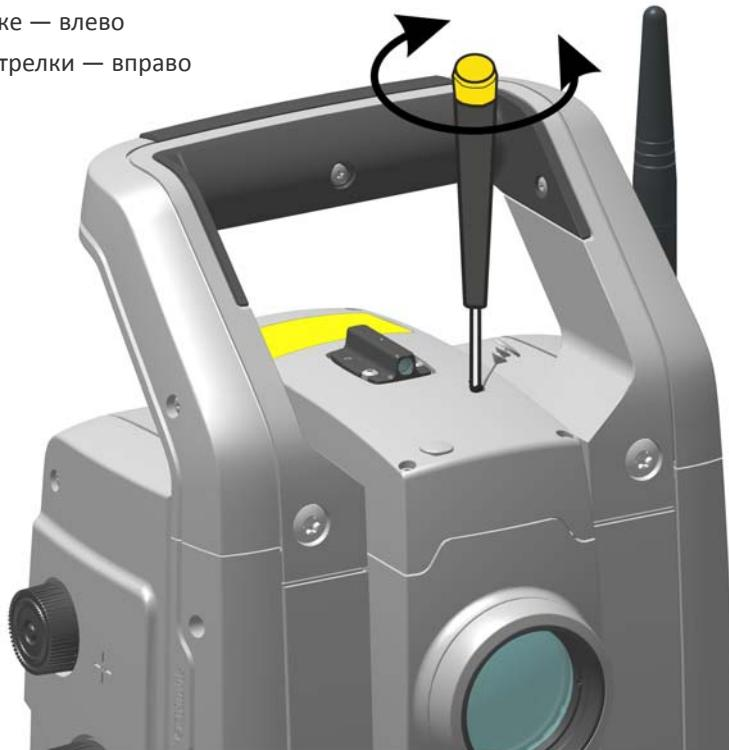

Рисунок 3.8 Юстировка положения лазерного указателя по горизонтали
- Для корректировки положения лазерного пятна по горизонтали вставьте шестигранный ключ в отверстие для горизонтальной юстировки и поворачивайте его, как показано на Рисунок 3.8.